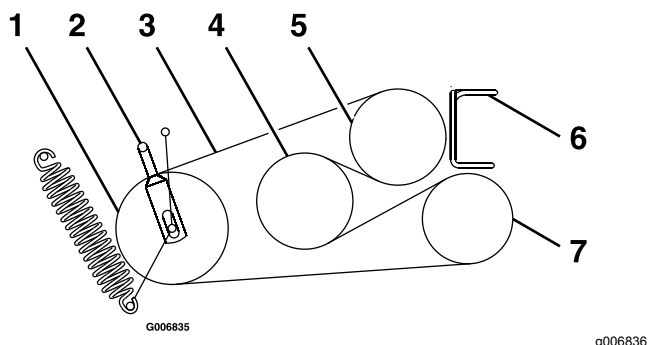

Figure 56
6. Desserrez les guides de courroie **A** et **B** (Figure 56).
8. Installez les courroies neuves sur les poulies, comme montré à la Figure 56.